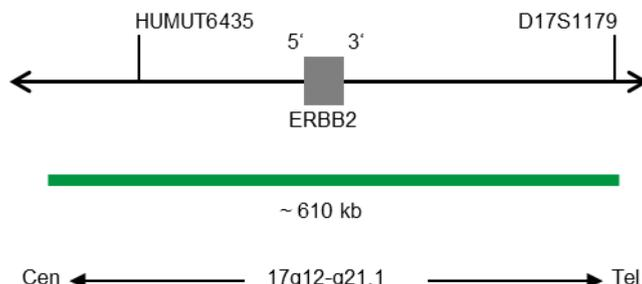

Abb. 1: SPEC ERBB2 Sondenlokalisierung (nicht maßstabsgetreu)
- ZyGreen (Anregung 503 nm/Emission 528 nm) markierten Polynukleotiden (~10 ng/ μ l), die gegen Sequenzen in 17q12-q21.1* (chr17:37,572,531-38,181,308) gerichtet sind, welche die ERBB2-Genregion enthalten (siehe Abb. 1).